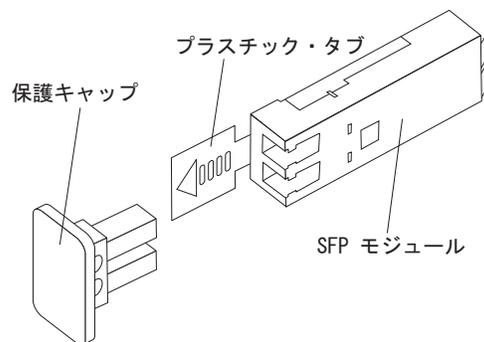

図 27. SFP モジュールのホスト・ポートへの取り付け
4. 所定の位置に確実に収まるまで、SFP モジュールをホスト・ポートに挿入します。61 ページの図 27を参照してください。